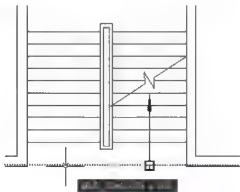
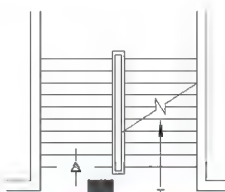
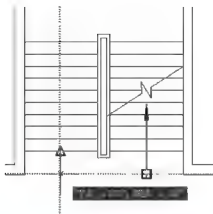

图 2.127 向左拖出水平虚线
图 2.128 光标放在左侧梯段踏步线中点
图 2.129 向下拖出垂直虚线
(1) 打开【正交】、【对象捕捉】、【对象追踪】功能。单击【绘图】工具栏上的【多段线】图标 , 启动绘制【多段线】命令。
(2) 在当前线宽为 0.0000, 指定起点或 [圆弧(A)/半宽(H)/长度(L)/放弃(U)/宽度(W)]: 提示下, 将光标放在图 2.127 所示的上行箭头杆的端部, 此时不单击, 然后将光标缓缓地向左拖动, 拖出一条水平虚线。将光标放在如图 2.128 所示的左侧梯段踏步线中点, 此时出现中点捕捉点, 同样不单击, 并把光标缓缓地垂直向下拖动, 拖出一条垂直虚线, 如图 2.129 所示。然后将光标放在水平和垂直虚线相交处并单击, 确定下行箭头杆的起点位置。